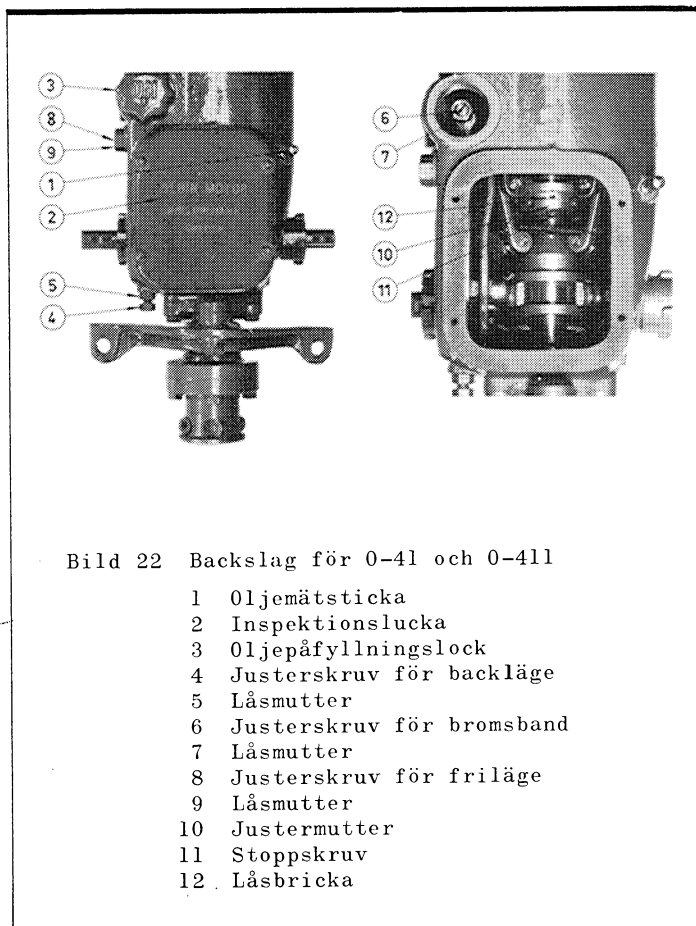

Bild 22 Backslag för 0-41 och 0-411
- 1 Lossa låsmuttern 5 bild 22 (på nästa sida).
- 1 Lossa låsmuttern 9 bild 22.
Om slirning förekommer vid backgång justeras detta genom ansättning av justerskraven 6 bild 22 efter att oljepåfyllningslocket skruvats av.
- 2 Skruva ut stoppskraven 11 bild 22 tills den släpper spåret i låsbrickan 12.